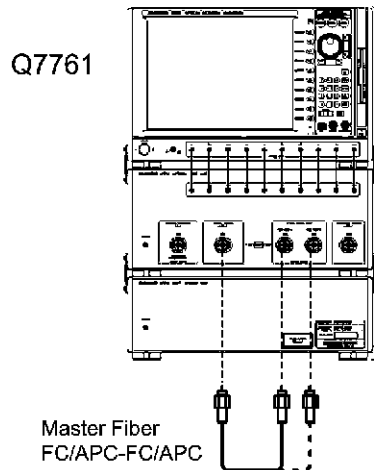

図 2-4 振幅特性直線性 (POWER 測定モード) 試験接続図 1
1. 機器を図 2-4 のように FC/APC-FC/APC 光ファイバを本器の “OPTICAL SIGNAL OUTPUT” と “TEST PORT 1” に接続します。